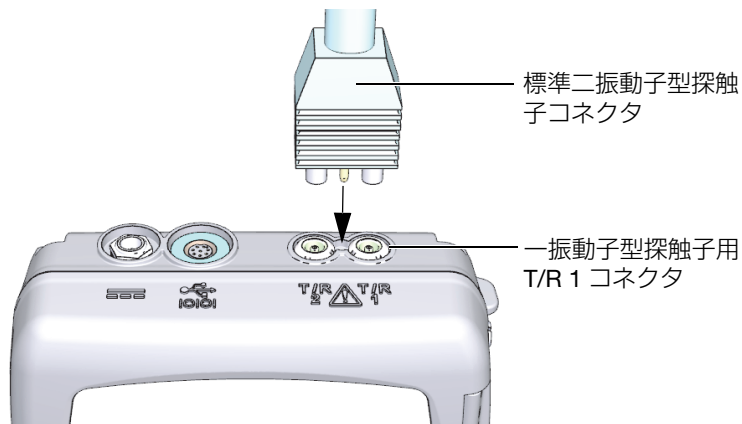

図 5-1 探触子の接続
1. 38DL PLUS の筐体上面にある探触子コネクタに探触子を差し込みます（72 ページの図 5-1 参照）。一振動子型探触子には、T/R 1 を使用します。